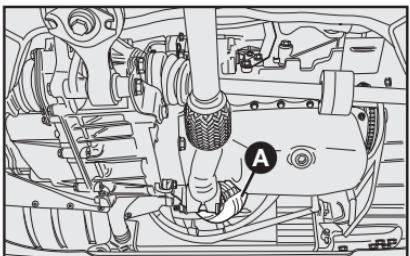

fig. 84
**Conversor catalítico trivalente - A-fig. 84**